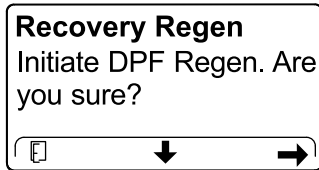

Figura 57
- En la pantalla INITIATE DPF REGEN (Iniciar regeneración de DPF), pulse el botón derecho para continuar (Figura 57).